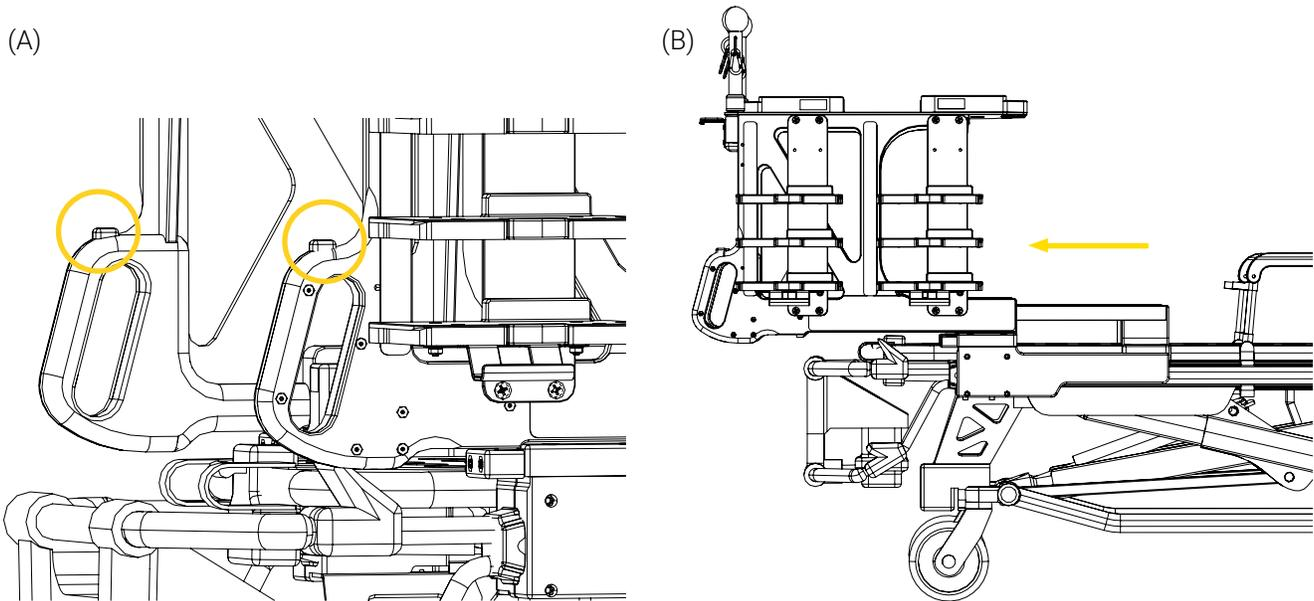

Figure 42: Verrouillage de la structure mobile
10. Saisir les poignées de la structure mobile, puis appuyer et maintenir les boutons des mécanismes à déclenchement rapide (Figure 42 A).
11. Tirer la structure mobile vers le côté pied du patient, jusqu'à ce qu'elle se verrouille (Figure 42 B).